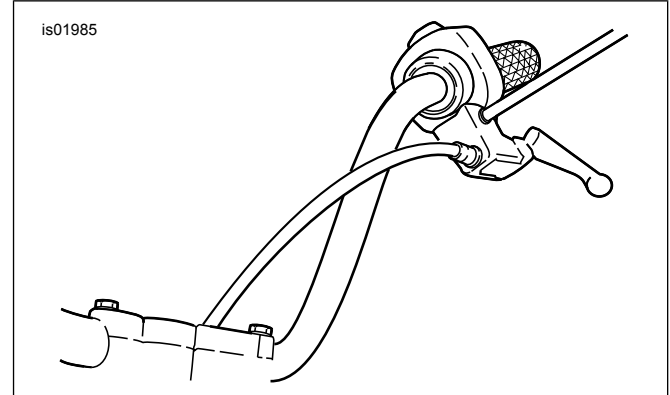

Abbildung 1. Neue Kupplungszugverlegung
2. **für FXSTB-Modelle:** Mit Schritt 3 fortfahren. **für alle Modelle außer FXSTB:** Siehe Abbildung 1. Den Kupplungszug wie folgt in das Innere des Lenkers verlegen:
- d. Siehe Abbildung 1. Verlegen Sie den Kupplungszug zur Innenseite des Lenkers und verbinden Sie den Kupplungszug wieder mit dem Kupplungshebel.